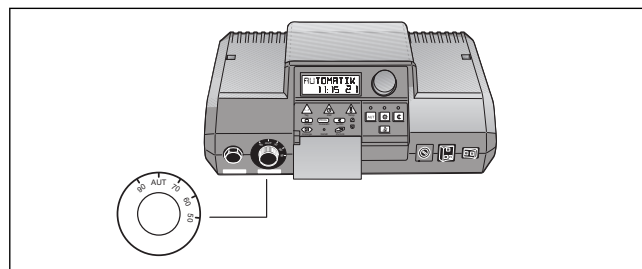

Рис. 4 Снять ручку регулятора
- ▶ Снять ручку регулятора температуры котловой воды (→ рис. 4).